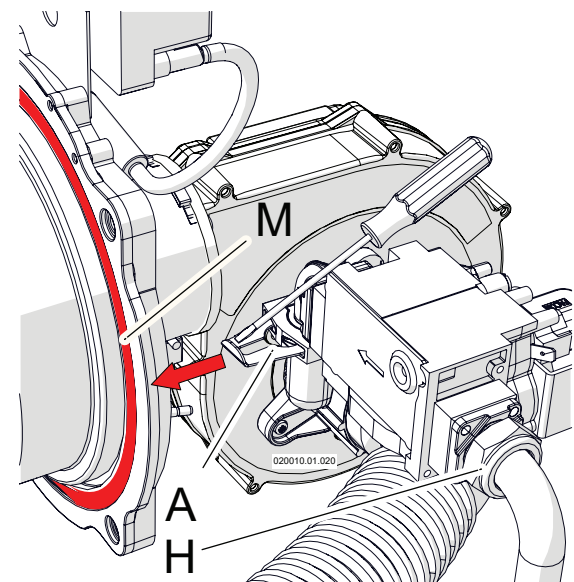
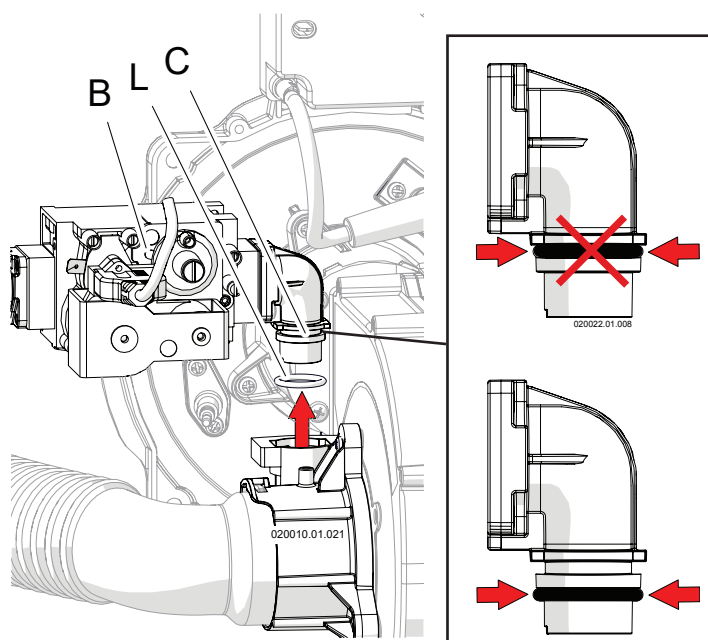

Figura 8-4
Figura 8-5
- 7.- svitare il raccordo "H" di Figura 8-4;
- 8.- con l'aiuto di un cacciavite rimuovere la forcella "A" di Figura 8-4;
- 10.- rimuovere la valvola gas con il raccordo "C" come in Figura 8-5 (facendo attenzione all'OR "L" di Figura 8-5);
- 1.- sostituire la guarnizione "M" Figura 8-4 avendo cura di pulire accuratamente la sede per la stessa e la relativa base d'appoggio;
- 2.- controllare lo stato della guarnizione del raccordo "H" di Figura 8-4 e dell'OR "L" di Figura 8-5. Se sono rovinati occorre sostituirli;
- 3.- una volta reinstallato il tutto, aprire l'alimentazione del gas e fare una prova di tenuta sul raccordo "H" di Figura 8-4.